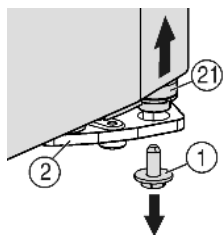
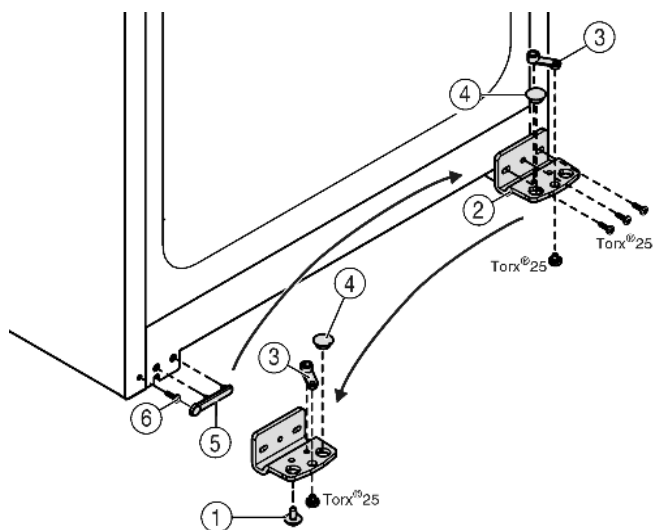

Fig. 4
Fig. 5
- ▶ Внизу справа на опорном кронштейне выкрутите фиксирующий винт Fig. 4 (1).
- ▶ Опорный палец Fig. 4 (21) можно извлечь из опорного кронштейна Fig. 5 (2).
- ▶ Если не удастся извлечь опорный палец Fig. 4 (21), нажмите на него снизу.
- ▶ Открутите опорный кронштейн Fig. 5 (2).
- ▶ Открутите опорную деталь Fig. 5 (3) и, переставив в отверстие на противоположной стороне опорного кронштейна, снова прикрутите.
- ▶ Извлеките заглушку Fig. 5 (4) из опорного кронштейна и переставьте ее в отверстие на противоположной стороне опорного кронштейна.
- ▶ Осторожно снимите крышку со стороны ручки Fig. 5 (5).
- ▶ Выкрутите болт Fig. 5 (6) и вкрутите на противоположной стороне.
- ▶ Снова установите крышку Fig. 5 (5).
- ▶ Снова прикрутите опорный кронштейн Fig. 5 (2) на новой стороне шарнира (с моментом 4 Нм). При необходимости используйте аккумуляторный шуруповерт.
- ▶ Вкрутите фиксирующий винт *Fig. 4 (1)* внизу в опорный палец и затяните (**с моментом 4 Нм**).